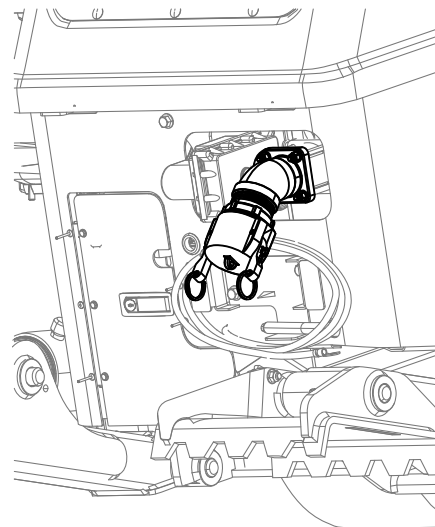

Figura 62
1. Levante las palancas de leva del tapón de entrada de la bomba, y retire el tapón (Figura 62).